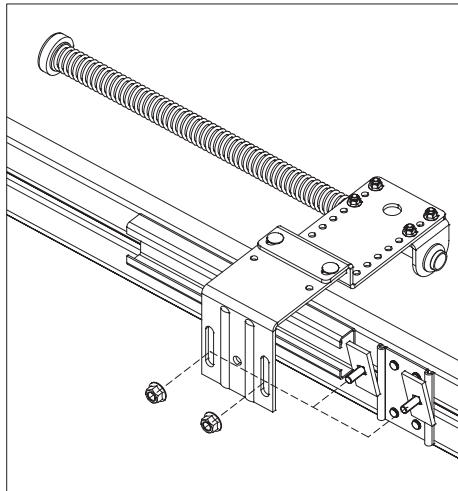

Рис. 46.2
- Установить демпфер, заведя в С-профиль горизонтальной направляющей закладные пластины с болтами крепления M8x25 с полукруглой головкой (рис. 46.2).